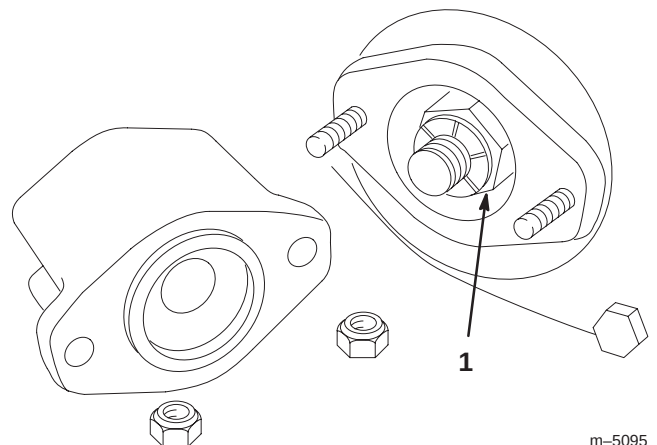

Bild 14
3. Entfernen Sie die große Lagereinstellmutter von einem Ende der Spindelwelle (Bild 14) und die spezielle Keilmutter am anderen Ende der Spindelwelle.